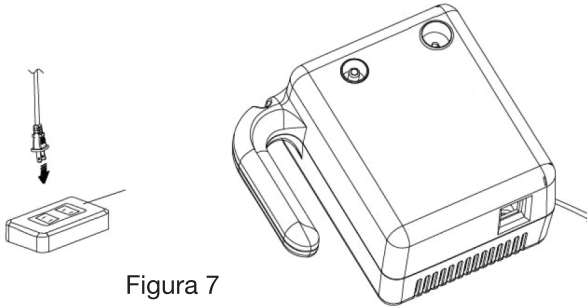

Figura 7
1. Tome el cable de alimentación y enchúfelo en una toma eléctrica. (Figura 7)